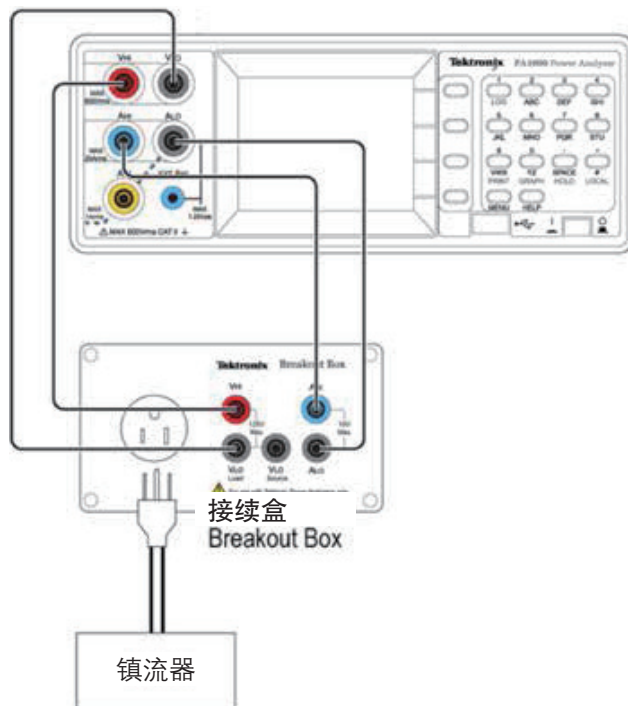

图 2. 镇流器输入测量的硬件设置。
- 连接 PA1000 和接续盒，如图 2 所示。
- 把 DUT 插入接续盒，如图 2 所示。